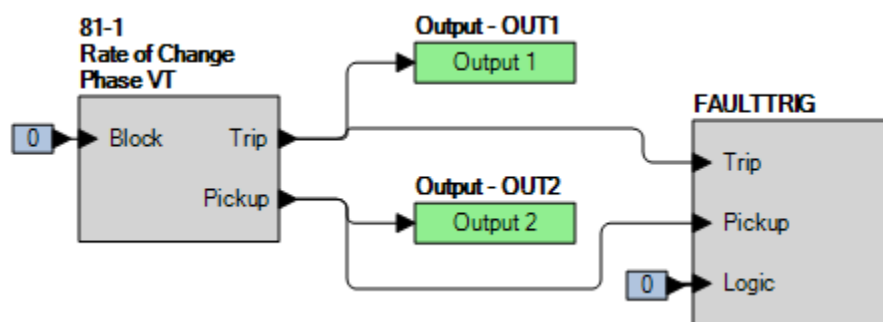

Figure 71-4. Paramètres BESTlogic*Plus* (Inhibition ROC)
Étape 2 : Utilisez BESTCOMS*Plus* pour configurer la Logique programmable BESTlogic*Plus* illustrée dans la Figure 71-4.